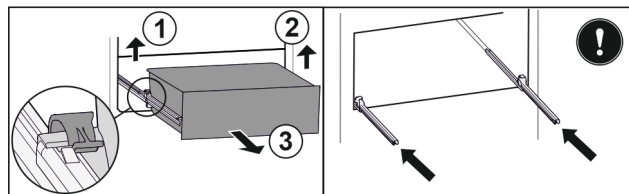

Fig. 189
- Ngrini lart kapësen e majtë dhe në të njëjtën kohë tërhiqni nga përpara sirtarin e majta. Fig. 189 (1)
- Ngrini lart kapësen e djathtë dhe në të njëjtën kohë tërhiqni nga përpara sirtarin nga e djathta. Fig. 189 (2)
- Hiqeni sirtarin nga përpara. Fig. 189 (3)